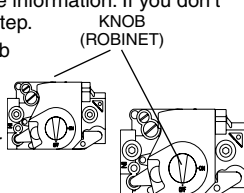

Figure 1
6. Move the gas control knob clockwise  to "OFF". (See Figure 1)
7. Wait five (5) minutes to clear out any gas. Then smell for gas, including near the floor. If you smell gas, STOP! Follow "B" in above information. If you don't smell gas, go to the next step.
8. Move the gas control knob counterclockwise  to "ON". (See Figure 1)
6. Faire tourner le robinet à gaz dans le sens des aiguilles d'une montre  pour l'amener sur la position OFF (Arrêt) (Voir Figure 1).
7. Attendre cinq (5) minutes pour s'assurer de la dissipation du gaz.
8. Faire tourner le robinet à gaz dans le sens inverse des aiguilles d'une montre  pour l'amener sur la position ON (Marche) (Voir Figure 1).
4. Move the gas control knob clockwise  to "OFF". Do not use force. (See Figure 1)